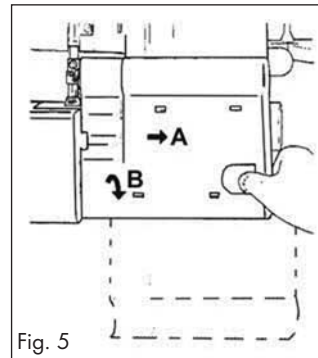

Fig. 5
- Faites glisser le capot avant ❿ vers la droite (A) puis amenez-le vers vous (B) (Fig. 5). Vous apercevez le boucleur derrière le capot avant ❿.
❶ Remarque :